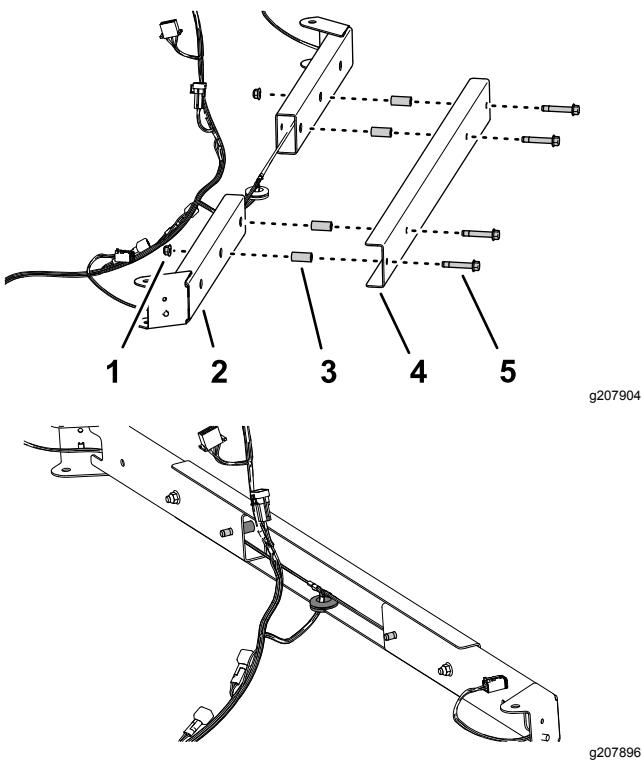

Figura 11
2. Allineate i fori nel profilato di supporto, distanziale e supporto della luce operativa come illustrato nella Figura 11.
3. Montate il profilato di supporto sul supporto della luce operativa (Figura 11) con i 4 bulloni a testa flangiata (3/8" x 2 1/4"), 4 distanziali e 2 dadi di bloccaggio flangiati (3/8").
4. Montate il profilato di supporto sul supporto della luce operativa (Figura 11) con i 4 bulloni a testa flangiata (3/8" x 2 1/4"), 4 distanziali e 2 dadi di bloccaggio flangiati (3/8").
7. Ripetete i passaggi da 2 a 6 per il supporto della luce operativa all'altra estremità del profilato di supporto (Figura 11).